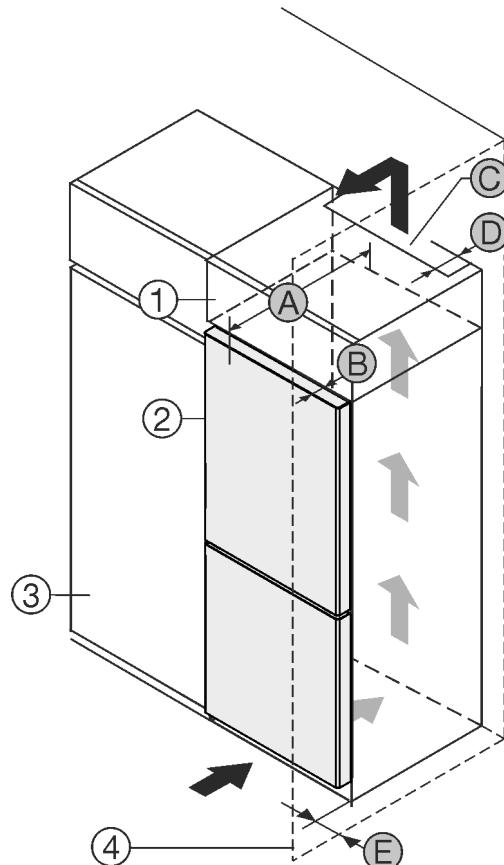

Fig. 1
Du kan plassere apparatet rett ved siden av kjøkkenskapet Fig. 1 (3).
På baksiden av skapmodulen over enheten må det installeres en ventilasjonskanal med dybden Fig. 1 (D) over hele skapmodulens bredde.
Ventilasjonstverrsnittet Fig. 1 (C) under taket i rommet må overholdes.
Hvis apparatet plasseres med hengslene mot en vegg Fig. 1 (4), må avstanden mellom apparatet og veggene være minst 13 mm.
Hvis apparatet plasseres med hengslene mot en vegg Fig. 1 (4), må avstanden mellom apparatet og veggene være minst 20 mm.
For at du skal kunne åpne døren helt, må apparatet rage dørdybden Fig. 1 (B) lenger ut enn fronten på kjøkkenskapene. Avhengig av kjøkkenskapenes Fig. 1 (3) dybde og bruk av veggavstandsstykker kan enheten rage enda lengre ut.